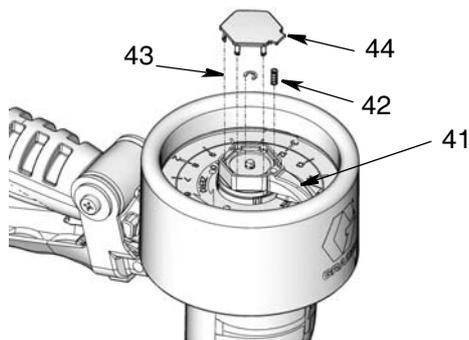

ABB. 14
2. Abdeckung (44), kleinen Haltering (43), Zeigerbügel (41) und Zeigerfeder (42) () entfernen (ABB. 14).